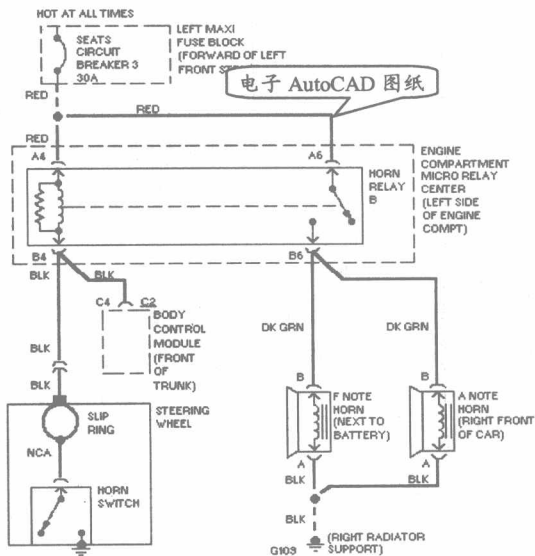

图 1-3 用 AutoCAD 设计的电路图
□ **电路制图** 电路设计同样是 CAD 的一个重点应用领域,由于 CAD 具有准确度高的优点,因此在电路设计方面也有着重要的影响。如图 1-3 所示就是利用 AutoCAD 软件设计的电路图。